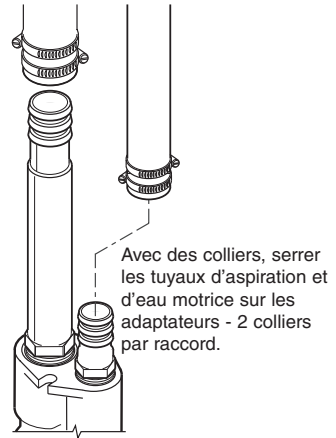

Figure 8
2. À l'aide de colliers, serrer les tuyaux en plastique sur les adaptateurs (voir la Figure 8); utiliser deux colliers par raccord. Serrer fermement les colliers en orientant leur vis de chaque côté du tuyau, comme il est illustré.